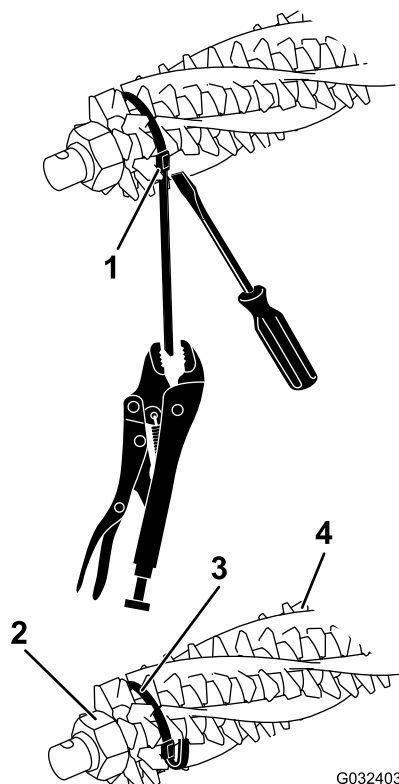
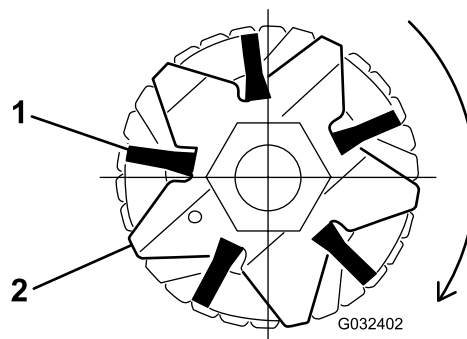

Figura 15
Figura 17
2. Allentate i dadi di fissaggio della lama grooming su ciascun'estremità dell'albero grooming (Figura 15).
4. Verificate che le spazzole siano alloggiare nelle scanalature della lama grooming (Figura 15 e Figura 17).
5. Avvolgete le cinghie, senza serrare, come mostrato in Figura 15, attorno alle spazzole e all'albero del cilindro del groomer inserendo le cinghie nelle scanalature delle spazzole Figura 17.
Nota: In caso di errato alloggiamento delle spazzole nelle scanalature della lama, allentate i dati di fissaggio della lama grooming a ogni estremità dell'albero, posizionate correttamente le spazzole nelle scanalature della lama e serrate i dati di fissaggio della lama grooming (Figura 15).
7. Spingendo un cacciavite contro la fibbia della cinghia, afferrate ogni cinghia con le pinze e tiratela saldamente fino a quando non si blocca nelle scanalature della spazzola (Figura 15).